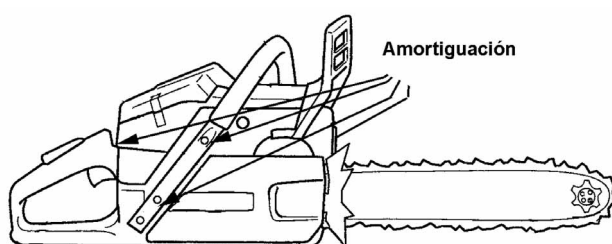

FIG. 022
- Sistema antivibratorio. Conjunto de amortiguadores que absorben las vibraciones del conjunto minimizando su acción sobre manos-brazo. **FIG. 022**